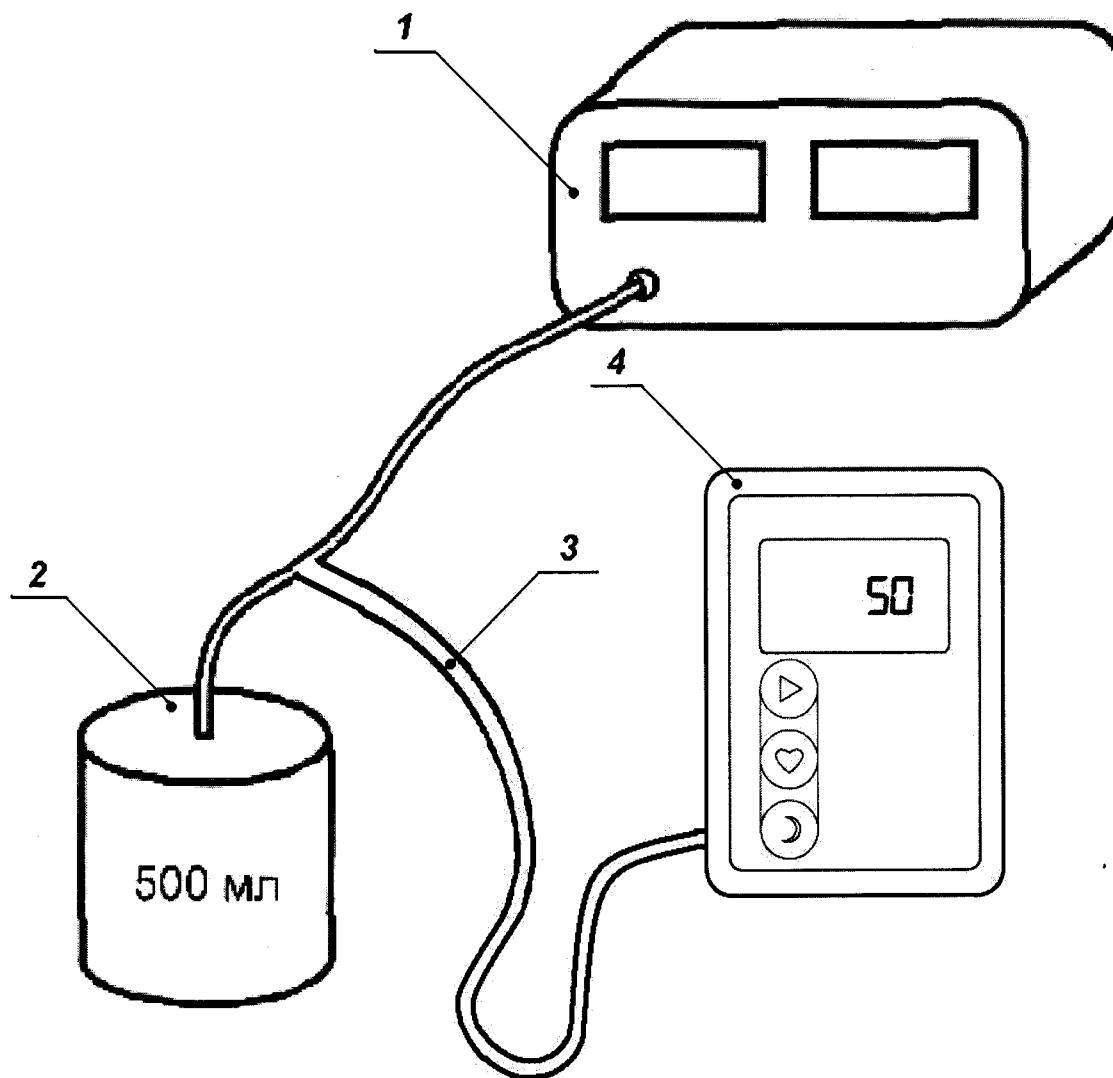

Рисунок 1 – Пневматическая схема для определения диапазона и погрешности измерений давления в компрессионной манжете
6.4.1.1 Собирают пневматическую схему для измерений (рис. 1), которая состоит из: